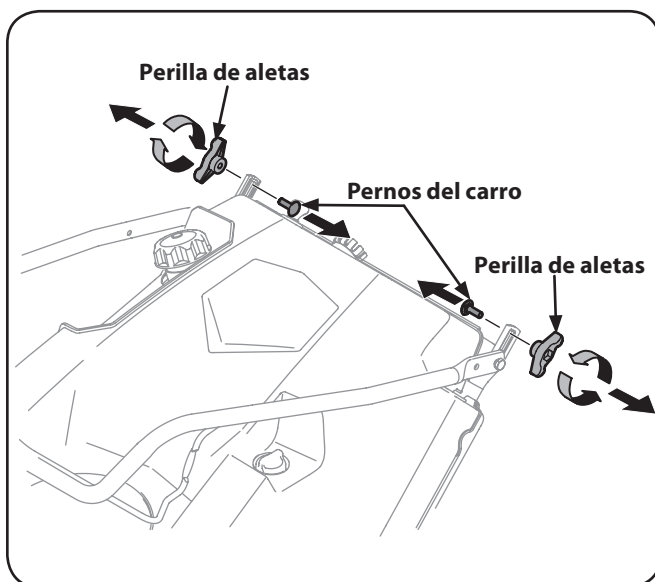

Figura 3-1
1. Extraiga las perillas de aletas y el perno del carro de la parte de arriba de la manija inferior. Vea la Figura 3-1. No es necesario extraer el tornillo con reborde y la tuerca de seguridad con brida que están debajo de la perilla de aletas y del perno del carro